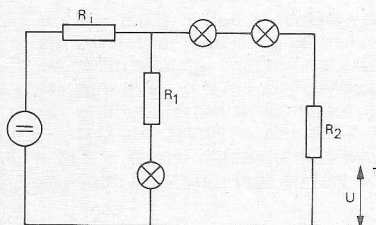

Fig. 1.
3. Men beschikt over drie lampjes van 0,6 W, nl. één lampje van 6 V en twee lampjes van 1,2 V. Men sluit deze lampjes volgens het schema van fig. 1 aan op een batterij van 12 V met een inwendige weerstand  $R_i$  van 0,5  $\Omega$ .